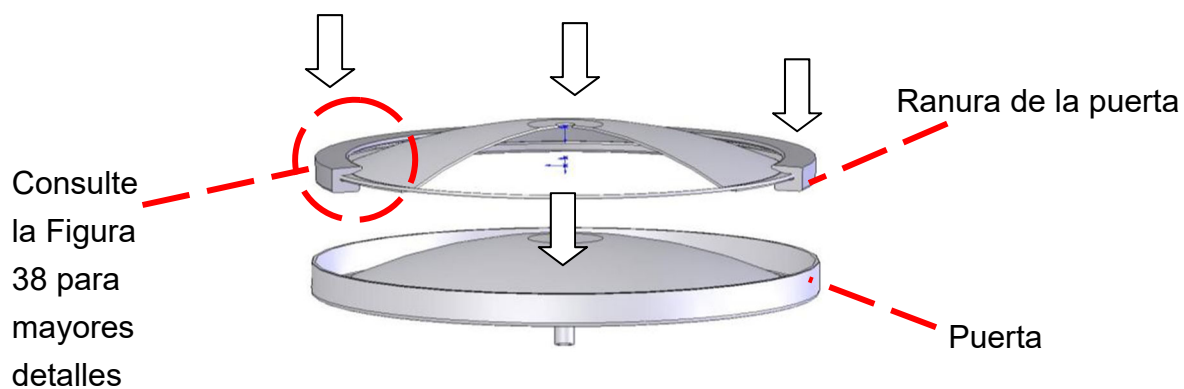
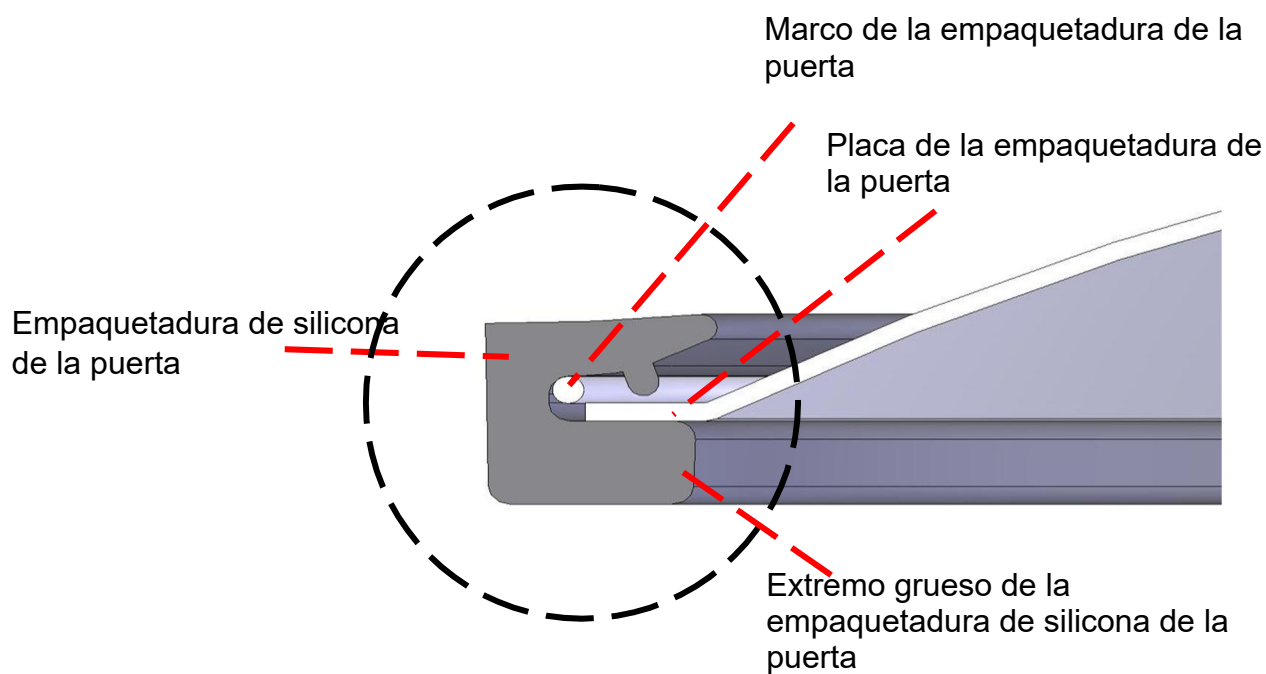

Figura 37
Figura 38
3. Instale la empaquetadura con el marco de empaquetadura de puerta, la placa de la empaquetadura de la puerta dentro de la ranura de la puerta. Presione la empaquetadura en la ranura de la puerta de forma uniforme según se indica en la Figura 37. Tome el extremo grueso de la empaquetadura de silicona de la puerta en dirección de la instalación mientras presiona la empaquetadura en la ranura. Consulte la Figura 38 para ver la dirección correcta.